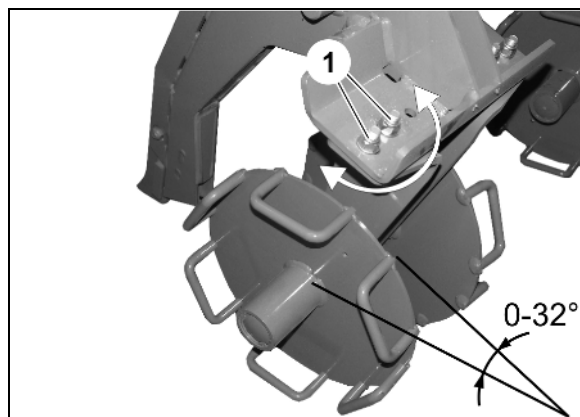

Рис. 93
1. Разъедините оба резьбовых соединения (Рис. 93/1) у каждого диска.